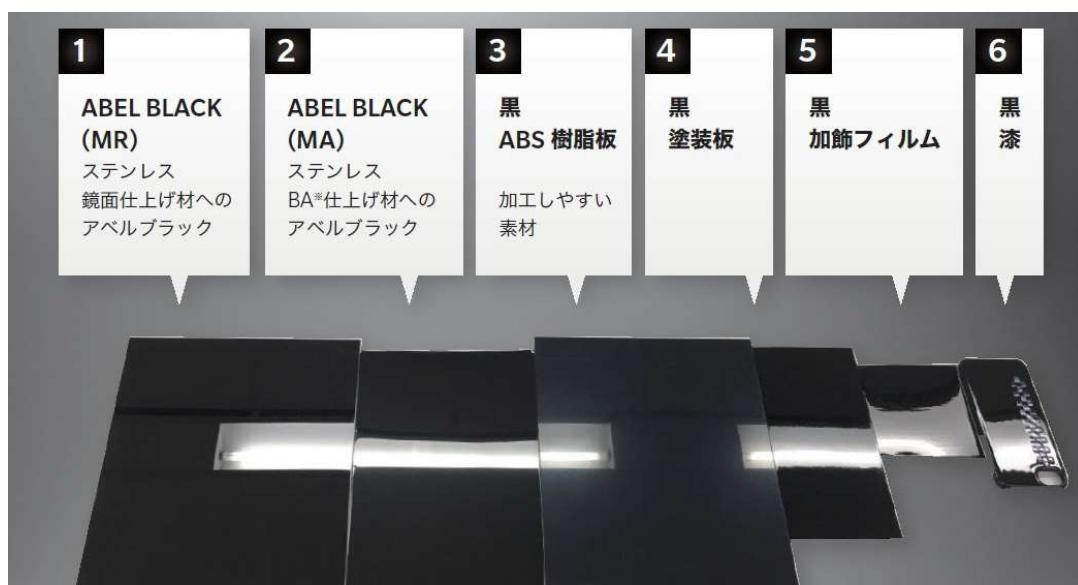

図8 測定試料
BA仕上げ材(光輝焼鉄(ライトアニール)によって高光沢を得たステンレス材)へのアベルブラック「MA」、③加工しやすい素材である黒ABS樹脂板、④黒塗装板、⑤黒加飾フィルム、⑥黒漆を用意(図8)し、それぞれ色と光沢、外観アピアランスを測定・評価した。